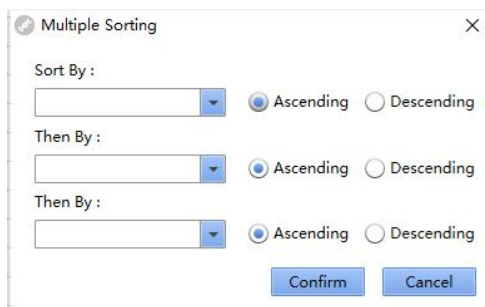

Fig 4-9
- ▶ **Sortare multiplă:** Faceți clic dreapta în zona Tabelului cu informații despre sonde, selectați **Sortare multiplă...** comandă și apare următoarea casetă de dialog (Fig 4-9). Puteți efectua mai multe tipuri de date pe acest ecran. De exemplu, dacă doriți să sortați valorile Ct ale diferitelor ținte din diferite proiecte în ordine crescătoare, selectați „Proiect”, „Target” și „Ct” în „Sort By”, „Then By” și, respectiv, „Then By” .